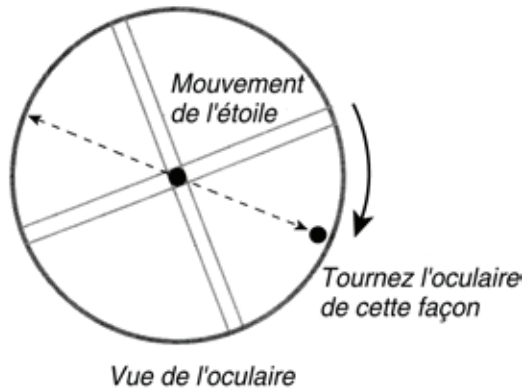

Figure 10. Alignement du mouvement d'ascension droite de l'étoile avec le réticule.
4. Continuez à déplacer le télescope autour de l'axe d'ascension droite d'avant en arrière pour garder l'étoile dans le champ de vision de l'oculaire. Tournez l'oculaire dans le porte-oculaire (ou renvoi coudé) jusqu'à ce que le mouvement de l'étoile devienne parallèle à l'un des réticules éclairés (**figure 10**). Dans le cadre de cette procédure, ce réticule doit représenter le mouvement d'ascension droite et le réticule perpendiculaire doit représenter le mouvement de déclinaison. Serrez les vis de fixation pour fixer l'oculaire en place. Assurez-vous que l'oculaire reste fixe quand le télescope est déplacé.